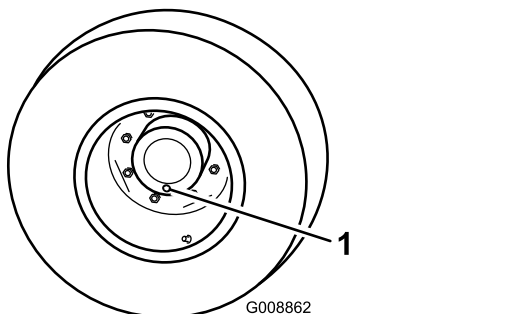

図 72
1. 平らな場所で、点検・ドレンプラグが一番低い位置時計の 6 時の位置に来るように停止させる 図 72。